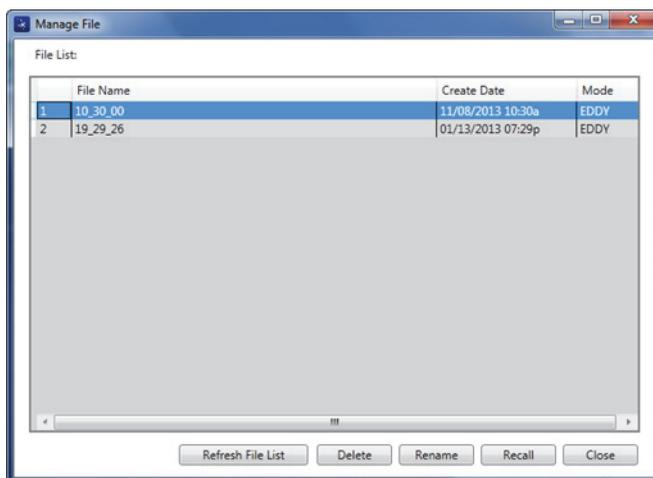

Figura 6-22 La finestra di dialogo Manage File
Appare la finestra di dialogo **Manage File** (gestione file) [vedere Figura 6-22 a pagina 348].
1. Nella finestra di dialogo **Manage File** (gestione file), selezionare il file da rinominare, ed in seguito cliccare su **Rename** (rinomina) [vedere Figura 6-22 a pagina 348].
1. Nella finestra di dialogo **Manage File** (gestione file), selezionare il file da richiamare, ed in seguito cliccare su **Recall** (richiama) [vedere Figura 6-22 a pagina 348].
- ◆ Nella finestra di dialogo **Manage File** (gestione file), cliccare su **Refresh File List** (aggiorna elenco dei file) [vedere Figura 6-22 a pagina 348].